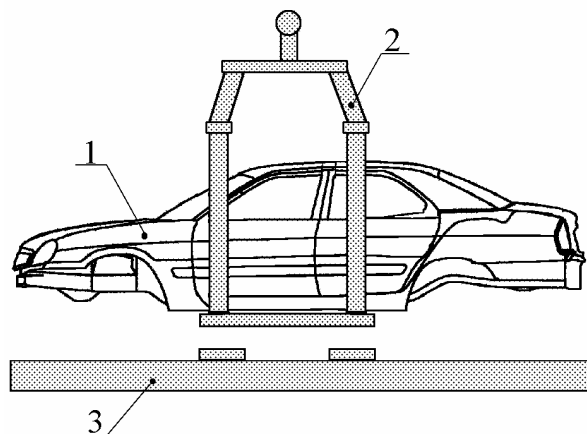

Рис. 31. Установка кузова на тележку:
4.25. Снять кузов 1 (рис. 31) с подъемника с помощью грузозахватного устройства 2, подвешивая его за левый и правый пороги основания кузова.